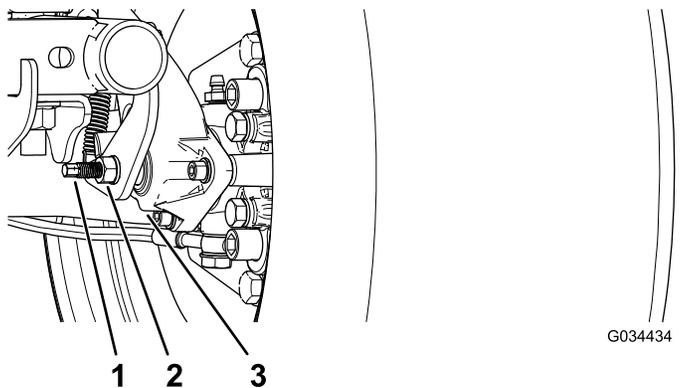

Рисунок 60
3. Используя два ключа, удерживайте регулировочный штырь на суппорте одним ключом и ослабьте контргайку на $\frac{1}{4}$ оборота другим ключом (Рисунок 60).
4. Удерживая регулировочный штырь и контргайку на месте, поверните регулировочный штырь для затягивания (Рисунок 60).
5. Удерживая регулировочный штырь и контргайку на месте, отверните штырь на $\frac{1}{4}$ оборота (Рисунок 60).
6. Удерживая регулировочный штырь и контргайку на месте, затяните контргайку (Рисунок 60).